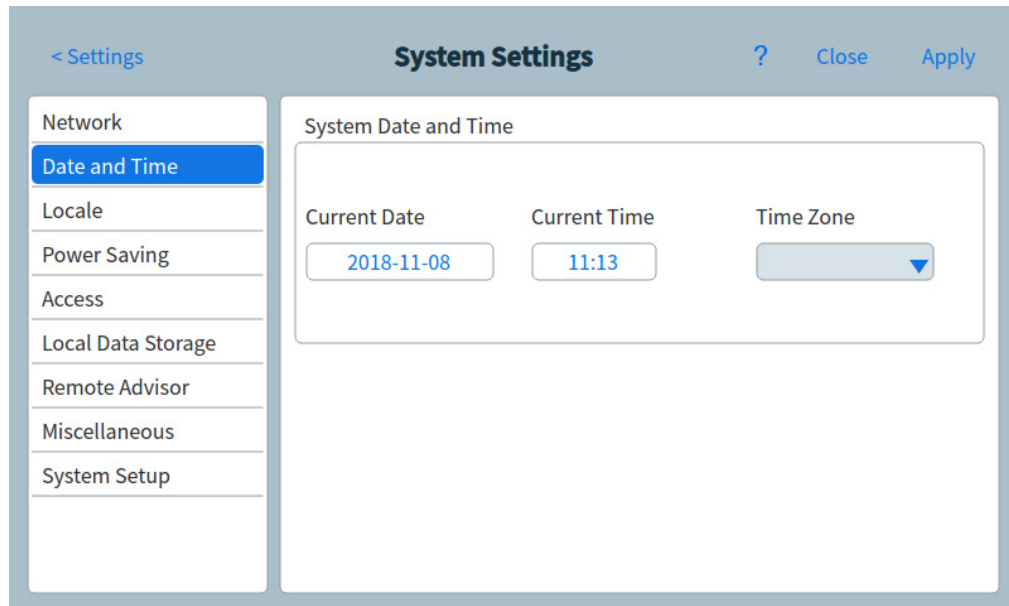

Figure 45. Page Paramètres du système
- 1 À partir de la page Paramètres du système, sélectionnez le bouton de sélection de page **Date et heure**. La page date et heure s'affiche. Voir **Figure 45**.